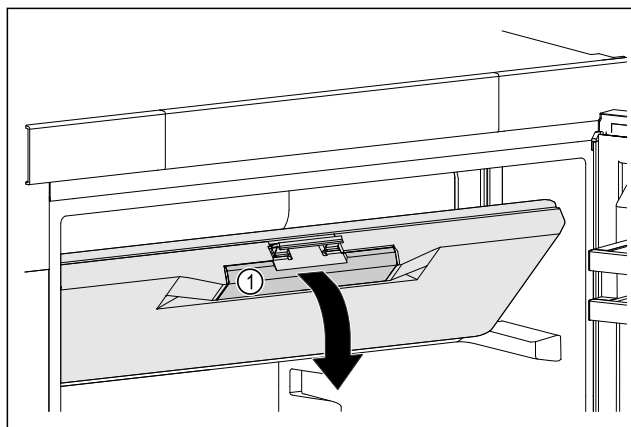

Fig. 43
- ▶ Primite vrata pretinca za zamrzavanje na udubljenju kao rukohvatu Fig. 43 (1).